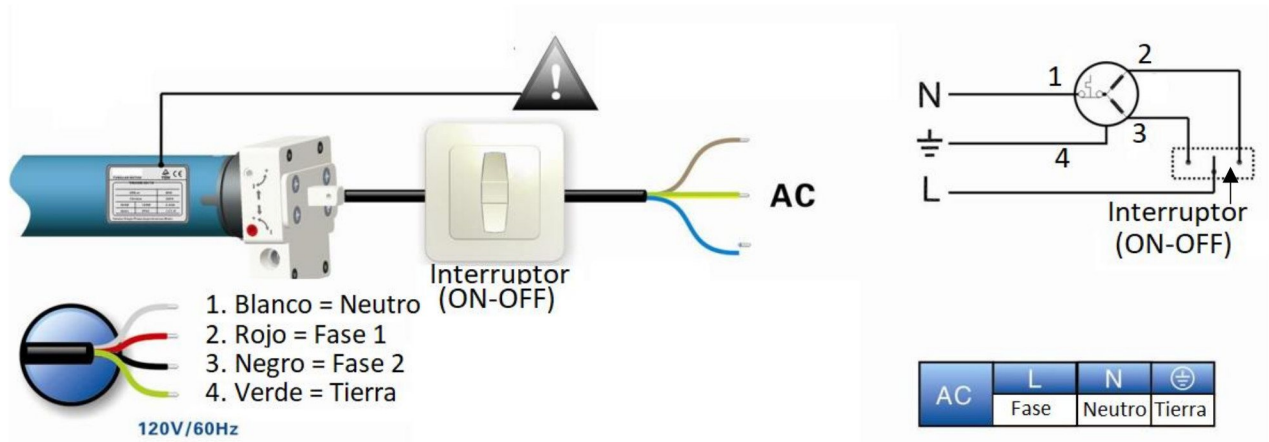

Fig. 15
Conecte el Cable Línea (L), Fase 1 y Fase 2 al Interruptor. Después Conecte el Cable Neutro del Operador Tubular al Neutro de la Fuente de Alimentación (N) y la Tierra del Operador Tubular a la Tierra de la Fuente de Alimentación \perp . Ver (Fig. 15).